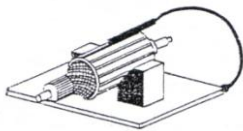

Fig. 1
A) CONTROLLO DEL CORTOCIRCUITO NELL'AVVOLGIMENTO DEGLI INDOTTI (Fig. 1)